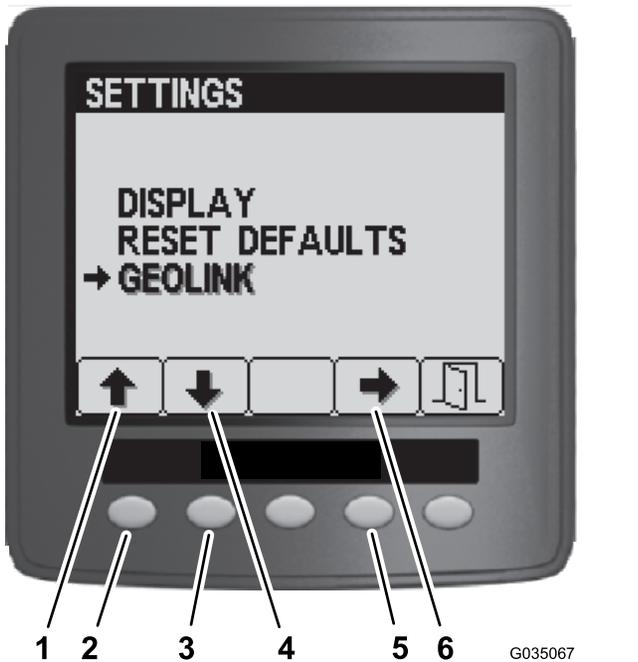

Figura 101
4. En el menú Configuración, pulse el botón 1 o el botón 2 hasta que aparezca resaltada la opción GeoLink, y pulse el botón 4 para desplazarse hasta el menú de GeoLink (Figura 101).